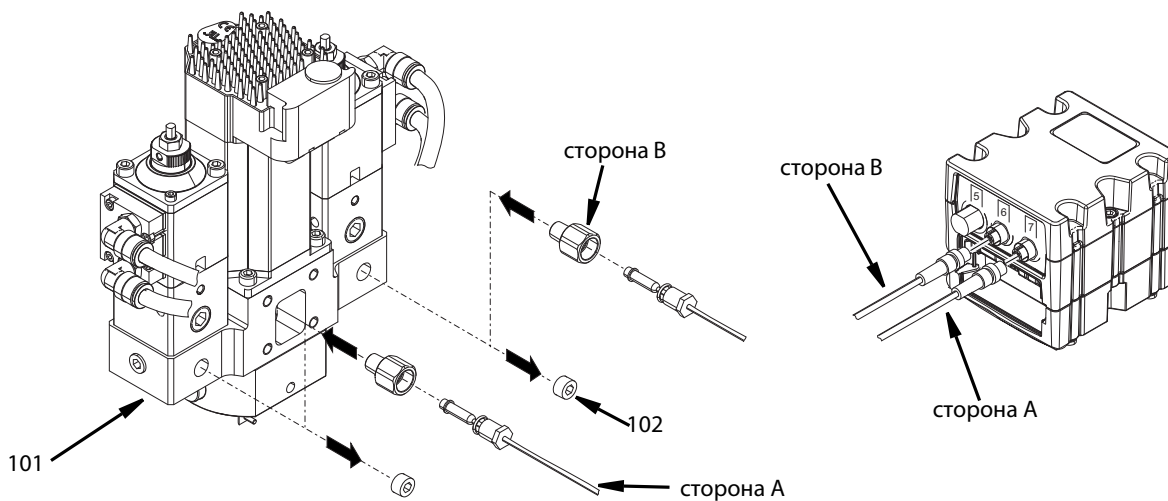

Рис. 40
7. Подключите датчик давления стороны В в порт 6, расположенный на кубическом модуле GCA См. Рис. 40.